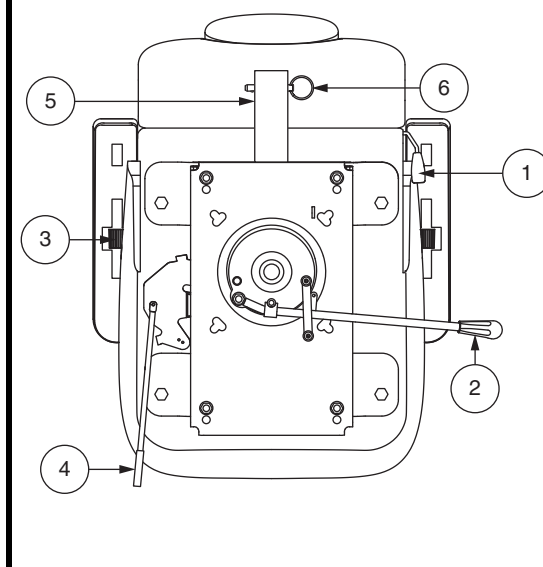

Figura 16. Regolazioni del sedile - Stile B
Per regolare il sedile reclinabile dello scooter, osservare questi passaggi. **Vedere figura 16.**
1. Tirare verso l'esterno la leva scorrimento sedile. **Vedere figura 16.**
La staffa accessoria montata posteriormente consente di collegare un accessorio personale come un cestino, un porta-deambulatore o una qualsiasi elemento alla parte posteriore dello scooter. Utilizzare il perno di fermo per fissare saldamente l'oggetto alla staffa accessoria. Vedere figura 16. Per dettagli rivolgersi al fornitore autoizzato.